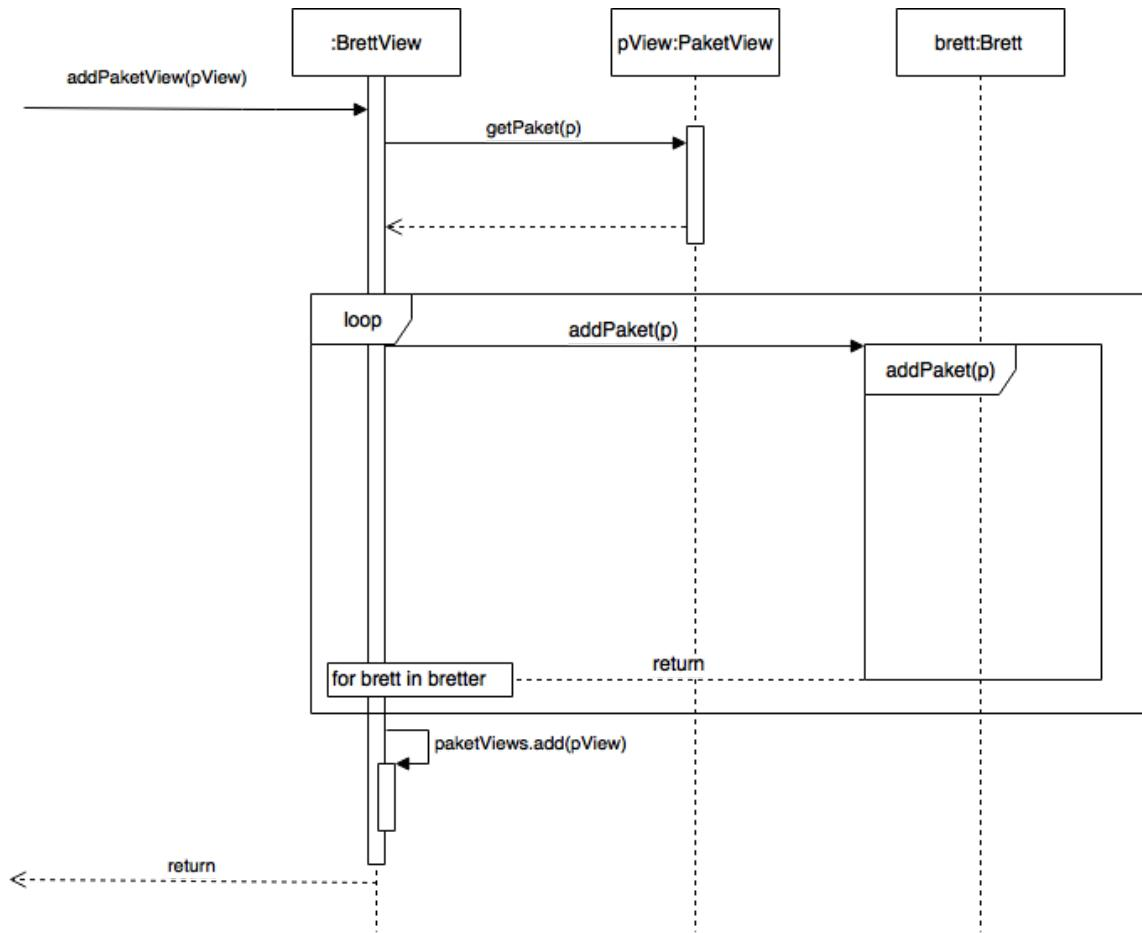

Abbildung 10: Laufzeitsicht: Paket finden, UML-Diagramm
1.2.5. Paketplatz (automatisch) finden (Abb. 10)
1.2.6. Paket verschieben (Abb. 10)